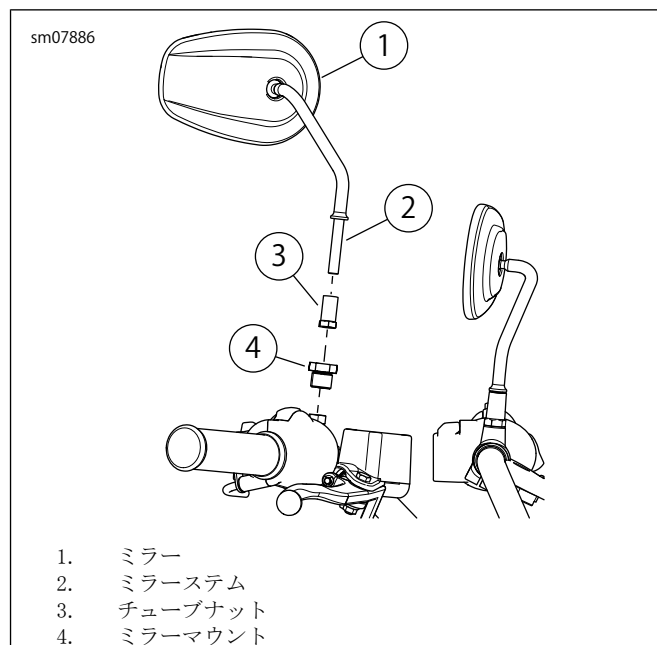

図2。ミラー
1. 図2ミラーを取り外します。
1. 図2ミラーを取り付けます。